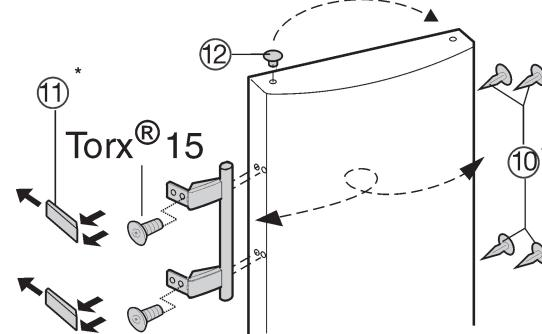

Fig. 7
- Витягніть пробки Fig. 7 (12) із втулок на дверцях і переставте їх.
- Зніміть пробки Fig. 7 (10), пластини Fig. 7 (11) та ручки і переставте на протилежний бік.